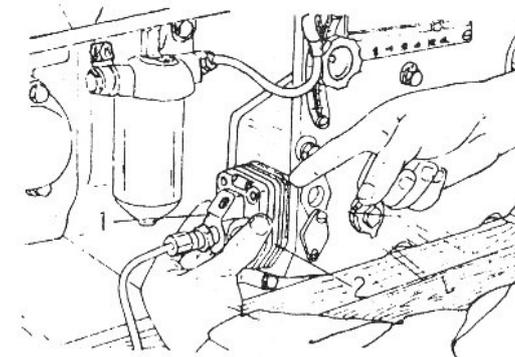

Fig. 12- Ajustar a temporização da injeção de combustível aumentando ou reduzindo o número de calços
- (1) Fechar a torneira do filtro de combustível.
- (2) Ajustar o botão da alavanca de controle da velocidade na posição central.
- (3) Desconectar o tubo de combustível de alta pressão da bomba de combustível.
- (4) Soltar os parafusos de fixação da bomba e remover a bomba.
- (5) Aumentar ou reduzir o número de juntas. Aumentar o número de calços se a temporização da injeção estiver adiantada. Reduzir o número de juntas se estiver atrasada (Fig. 12).
- (6) Montar a bomba de injeção novamente e apertar os parafusos de fixação. Ao fazer isto, é necessário prestar atenção especial com a esfera do braço de ajuste do êmbolo que deve estar encaixada no rasgo no garfo de controle de velocidade dentro da caixa de engrenagens. Isto deve ser verificado novamente através do furo de inspeção depois de montar a bomba novamente para evitar o "desvio" do motor resultando de uma possível montagem errada.